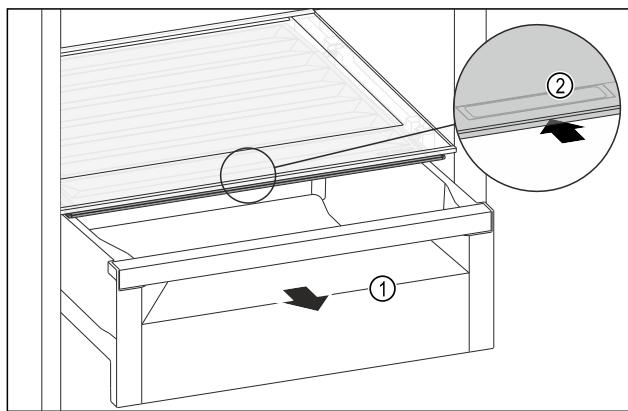

Fig. 111
- ▶ Vytiahnite zásuvku Fig. 111 (1).
- ▶ Uchopte priehlbín na rukoväť Fig. 111 (2) na veku zásuvky a súčasne tlačte veko zásuvky dozadu.